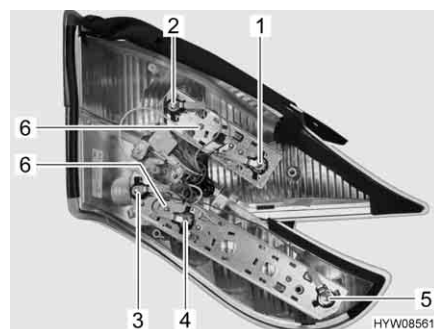

Fig. 120 Luci posteriori (lato posteriore)
- Svitare le due viti Torx (Fig. 120,6) del listello di supporto interessato sul lato posteriore dell'alloggiamento.